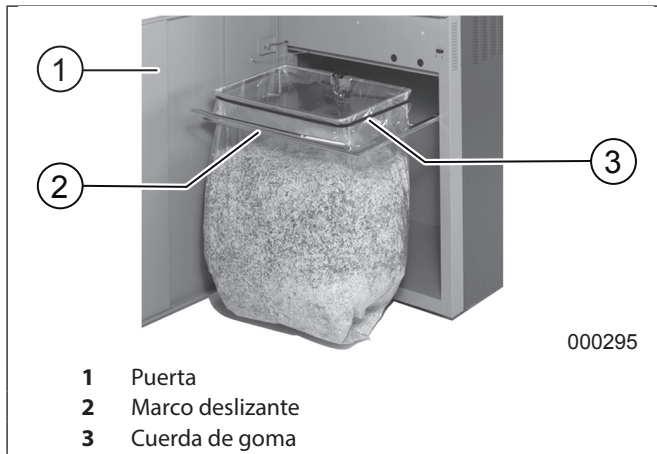

fig.5 Vaciado de la bolsa recogedora
1. Abra la puerta y extraiga el marco deslizable (fig. 5/2) junto con la bolsa recogedora.
2. Quite la cuerda de goma (fig. 5/3), retire la bolsa llena y elimine su contenido.